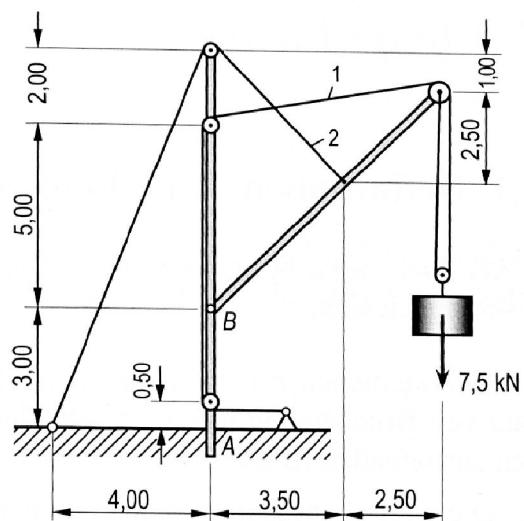

Bild 6.15: Ladebaum
6. Der Ladebaum (**Bild 6.15**) trägt eine Last $F_G = 7,5 \text{ kN}$. Man bestimme die Kräfte in den Seilen 1 und 2, die Auflagerreaktionen an der Einspannstelle *A* und die Kraft im Gelenk *B*.